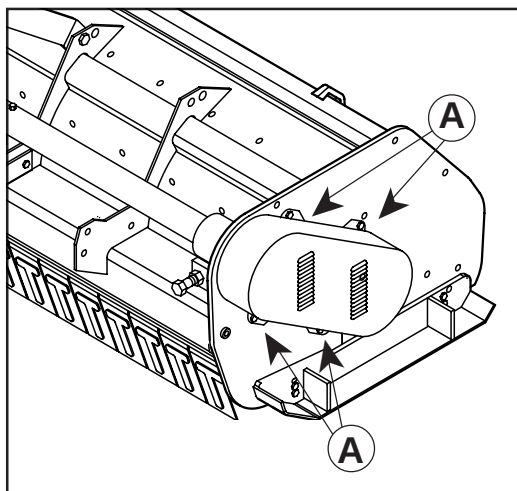

Fig. 13
- Togliere le viti che fissano il carter di protezione (A Fig. 13), aprire il carter tirandolo verso l'esterno.
- Rimontare il carter, fissandolo con le relative viti tolte in precedenza (Fig. 13).
- Remove the bolts that fix the protective casing (A Fig. 13). Open the casing by pulling it outwards.
- Remount the casing and fix it in place with the previously removed bolts (Fig. 13).
- Die Schrauben entfernen, die das Schutzgehäuse (A, Abb. 13) befestigen, das Gehäuse öffnen, indem man es nach außen zieht.
- Das Gehäuse wieder montieren und mit den zuvor entfernten Schrauben befestigen (Abb. 13).
- Oter les vis de fixation du carter de protection (A fig. 13), ouvrir le carter en le tirant vers l'extérieur;
- Remonter le carter, en le fixant au moyen des vis enlevées précédemment (Fig. 13).
- Quitar los tornillos que fijan el cárter de protección (A Fig. 13); abrir el cárter, tirando de él hacia el exterior.
- Volver a montar el cárter, fijándolo con los correspondientes tornillos (Fig. 13).